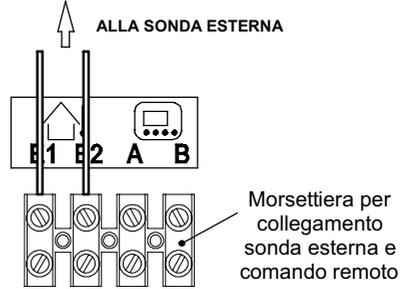

Figura 5.27
- Collegare ai morsetti **E1** e **E2** della morsetteria i due conduttori elettrici come indicato in Figura 5.27